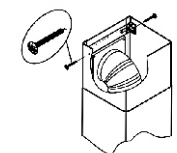
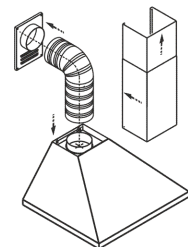

рис. 11
рис. 8
6.7 Установите фальштрубы (рис. 8, 9). Выдвиньте верхнюю фальштрубу, (рис. 11) и прикрепите ее самонарезающими винтами к кронштейну. На вытяжки «Оптимa 50/60П(Н)-400-ПЗЛ», «Оптимa 50/60П(Н)-400-КЗЛ», «Оптимa Wood 60П-430-ПЗЛ» устанавливается только одна нижняя фальштруба.
- будьте осторожны при установке фальштруб (рис. 8), не повредите поверхности из нержавеющей стали. Их легко поцарапать.
6.5. В зависимости от режима эксплуатации вытяжки соедините вентилятор (при помощи переходника) KB Оптима 50/60П(Н)-400-ПЗЛ, Оптима 50/60П(Н)-400-КЗЛ с вентиляционной решеткой воздуховодом (рис. 8) или установите на вентилятор угольные фильтры.